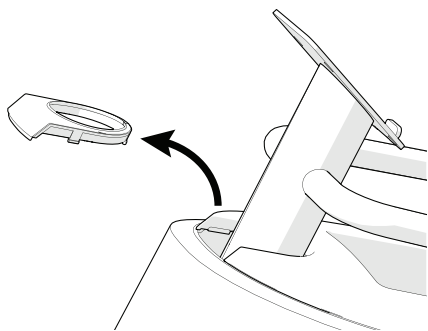

Рисунок 9
1. Поднимите влагоизоляцию и снимите ее с центральной опоры (см. рисунок 9).